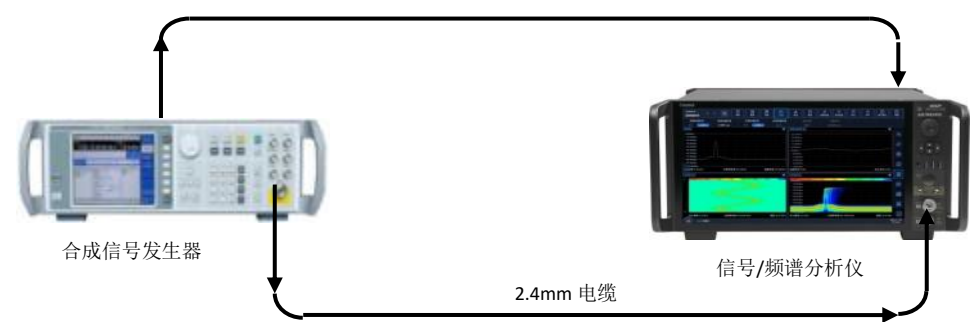

图 7.11 时间门测试示意图
- 1) 如图 7.11 连接仪器。信号发生器的射频输出连接 4082 的射频输入 1 端口，同步输出端口连接到 4082 的外部触发 1 输入端口。